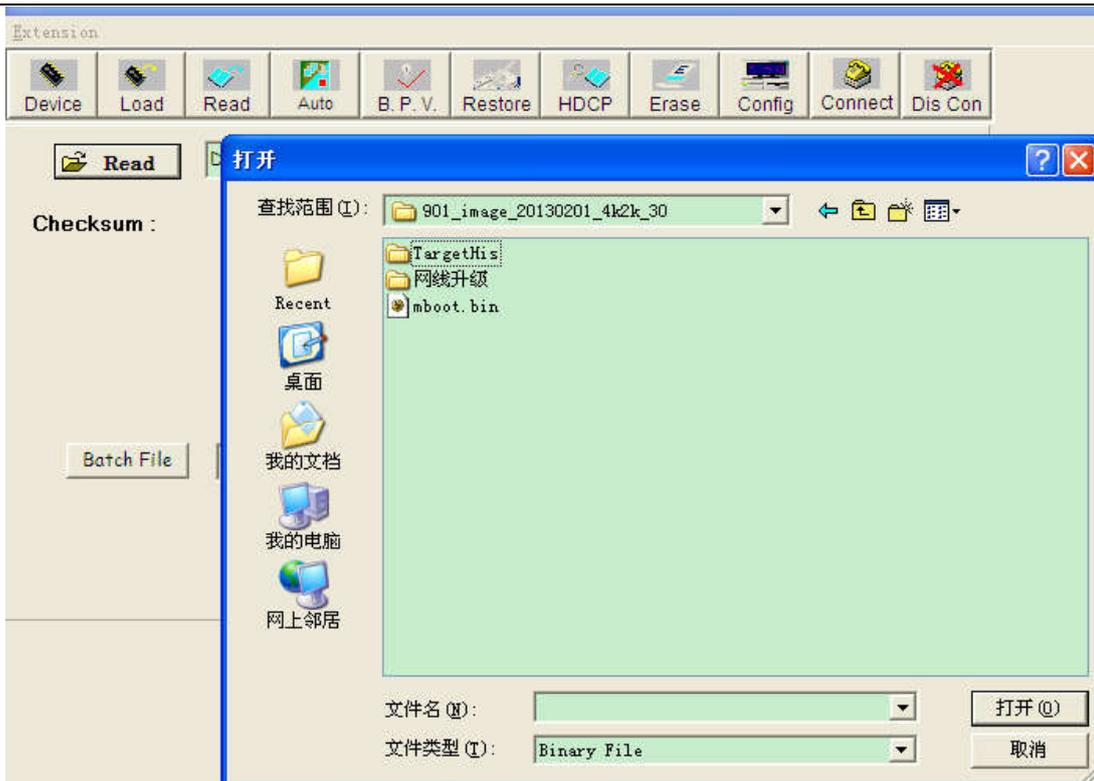

图 3.5
8) 点击“Read”按钮，弹出文件选择的对话框，找到我们用的 Mboot 的 bin 文件，点击“打开”，即可选择到我们要升级的 Mboot 文件，如下图 3.5。